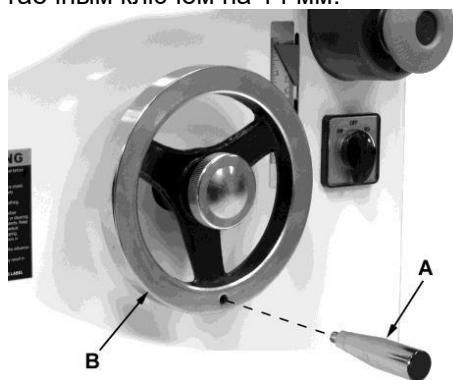

Рисунок 3
Вставьте ручку (A, Рис. 3) в маховик (B) и затяните гаечным ключом на 14 мм.